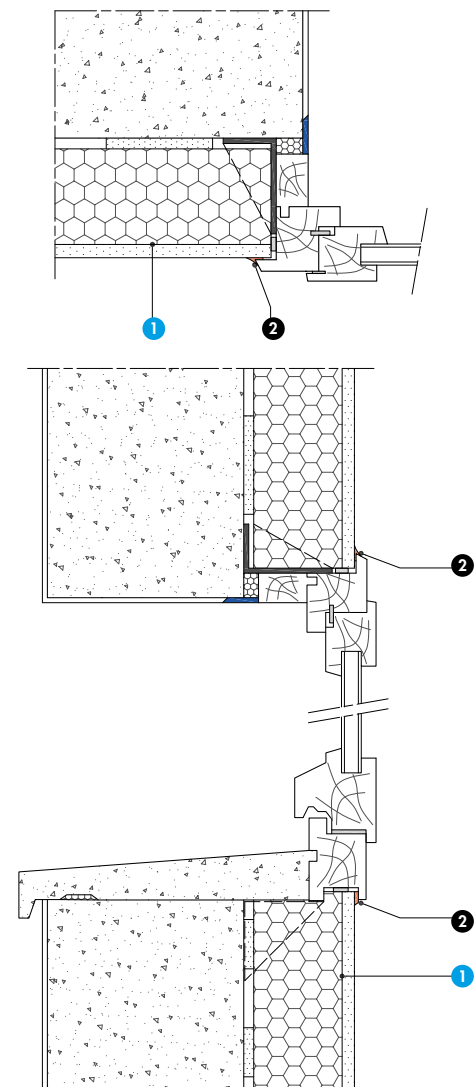

Fig. 4d : Étanchéité à l'air et à l'eau entre doublage et menuiserie bois
On y apportera un soin particulier en se conformant aux DTU 36.1 et 37.1. Pour assurer l'étanchéité à l'air entre le doublage et les menuiseries extérieures disposer un joint mastic acrylique entre la plaque de parement et la menuiserie sur tout le pourtour (fig. 4d et 4e).
**Nomenclature des figures 4d et 4e**